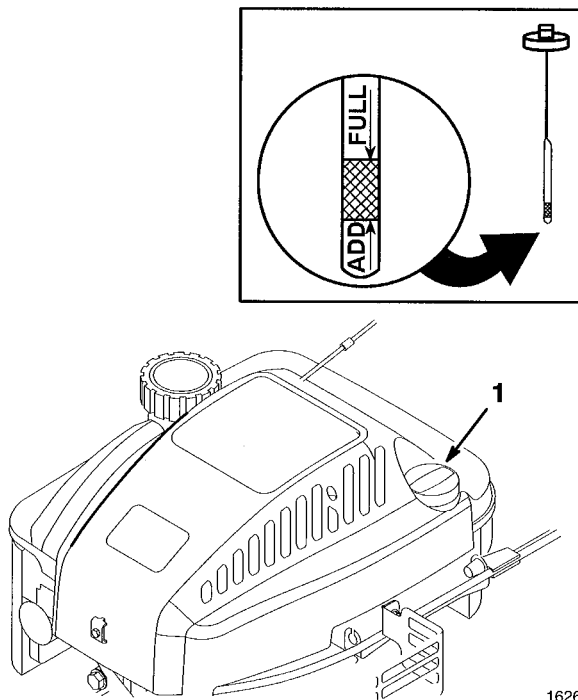

Figure 2
Avant chaque usage, s'assurer que le niveau d'huile se situe entre les repères ADD et FULL (Fig. 2). Ajouter de l'huile suivant les besoins.
1. Placer la tondeuse sur une surface plane et nettoyer le pourtour de la jauge d'huile (Fig. 2).
3. Essuyez la jauge d'huile et insérez-la dans le col de remplissage. Tournez le bouchon d'un quart de tour dans le sens des aiguilles d'une montre. Enlevez ensuite la jauge d'huile et vérifiez le niveau d'huile (Fig. 2). Si le niveau est bas, ajoutez une quantité d'huile qui soit tout juste suffisante pour amener le niveau à la marque FULL (PLEIN) sur la jauge d'huile. **NE REMPLISSEZ PAS AU-DELÀ DE LA MARQUE FULL (PLEIN) CAR LE MOTEUR POURRAIT ETRE ENDOMMAGE LORS DU DÉMARRAGE.**